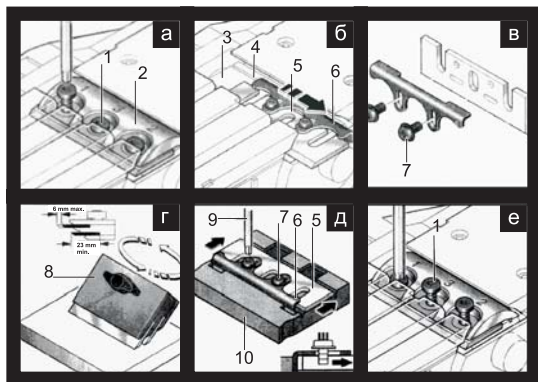

рис. 2
бана, которая может вызвать плохое строгание или поломку инструмента. Установка ножей показана на рис. 2 (для модели РЭ-750).
Снятие ножей Рис. 2 (а, б, в)
- Снимите прижимную пластину 2 (рис. 2), открутив три винта 1 (рис. 2);
- Снимите нож 5 (рис. 2) с направляющей пластины 6 (рис. 2), выдвинув его в направлении показанного стрелкой на Рис. 2 (б);
- Установите ножи (5) в устройство для заточки ножей, так как показано на рис. 2 (г);
Установка ножей Рис. 2 (д)
- Поместите направляющую пластину 6 (рис. 2) на нож, затем просто нажмите на основание направляющей пластины и зафиксируйте это положение двумя фиксирующими винтами 7 (рис. 2);
- Установите ножи на рабочий вал так , чтобы направляющая пластина ножа (6) встала в направляющий паз 4 (рис. 2);
- Зафиксируйте это положение прижимной пластиной и тремя винтами 1 (рис. 2).